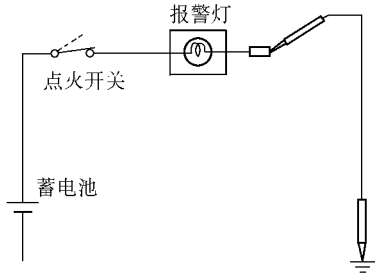

图 18-139 将配线侧接插件的端子接地，
(1) 检查报警灯。从门控灯开关脱开接插件，并将配线侧接插件的端子接地，将点火开关置于 ON 位置，如图 18-139 所示。检查报警灯是否点亮。